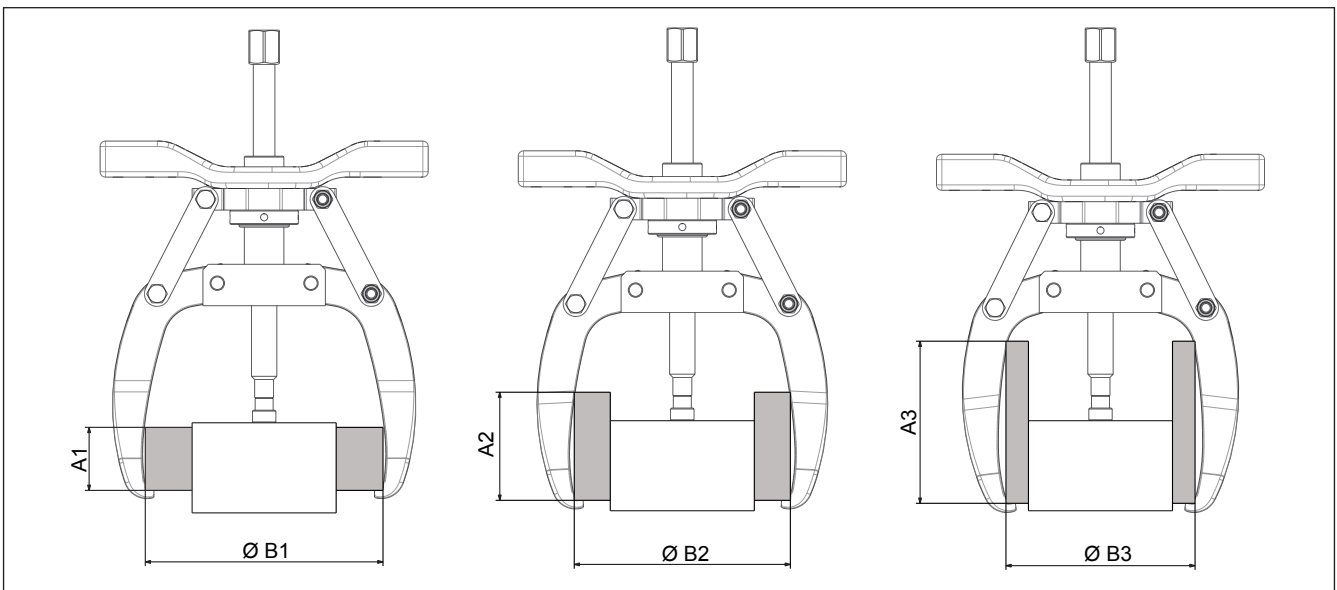

Abbildung 6, Abzieher - maximale Reichweite und Spreizweite
- Beachten Sie bei der Montage des Abziehers am Werkstück die maximale Reichweite und Spreizweite, wie in Abbildung 6 angegeben. Wenn Sie diese wichtigen Richtlinien beachten, minimieren Sie das Ausmaß einer Durchbiegung von Abzugarm und Spindel bei der Aufbringung großer Kräfte.
**NOTICE** Die Spindel und die Abzugarme müssen in das Werkstück eingreifen und zumindest die minimale Reichweite und Spreizweite erzielen, wie in Abbildung 6 angegeben. Sollte eine zusätzliche Reichweite erforderlich sein, kann ein Abstandhalter verwendet werden. Bringen Sie in Schritt 3 ein Distanzstück in der entsprechenden Größe zwischen dem Spitzenschutz und dem Werkstück an.